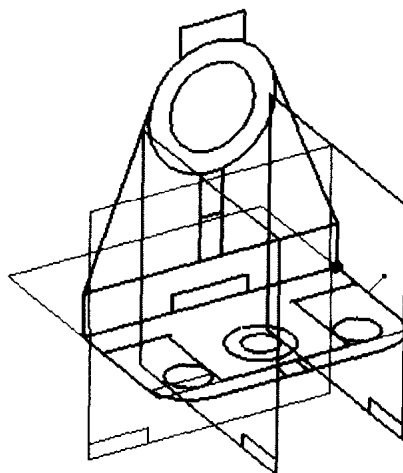

图 1-32
12. 在特征工具条中选择绘制草图命令[草图]，在动态工具条中，选择平行参考面[平行]，再选择与 y - z 平面相平行且过端点的参考面（如图 1-32 所示）。